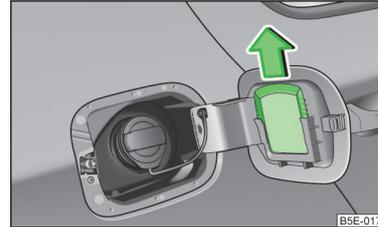

Abb. 177
- Den Eiskratzer in Pfeilrichtung herauschieben » Abb. 177.